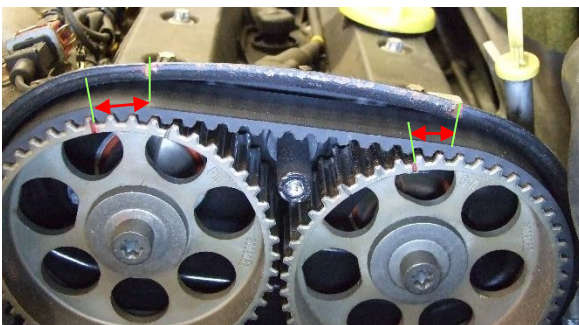

Figure 8
- Amener le moteur juste avant la position PMH (point mort haut) du cylindre n°1 (tourner le vilebrequin dans le sens horaire, douille Torx E20 prise sur la vis du pignon de vilebrequin) : les repères de chaque poulie d'arbres à cames se trouvent alors avant leur repère sur le carter arrière en tôle, Figure 8.